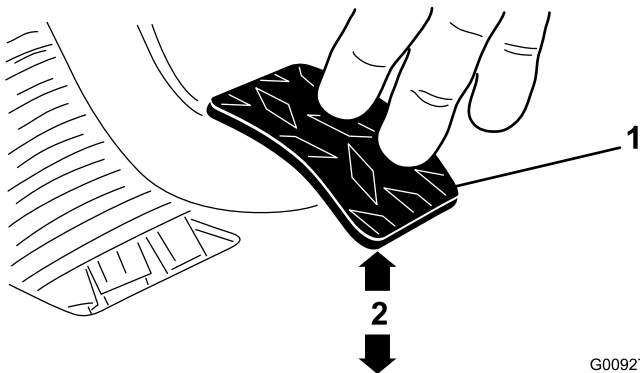

Bild 70
3. Stellen Sie die Klemmmuttern oder das Kugelgelenk ein, bis sich die untere hintere Kante des Kupplungspedals $9,5 \text{ cm} \pm 3 \text{ cm}$ von der Oberseite des Bodenplattensternmusters befindet, wenn Sie eine Kraft von $1,8 \text{ kg}$ auf das Pedal aufbringen (Bild 70).